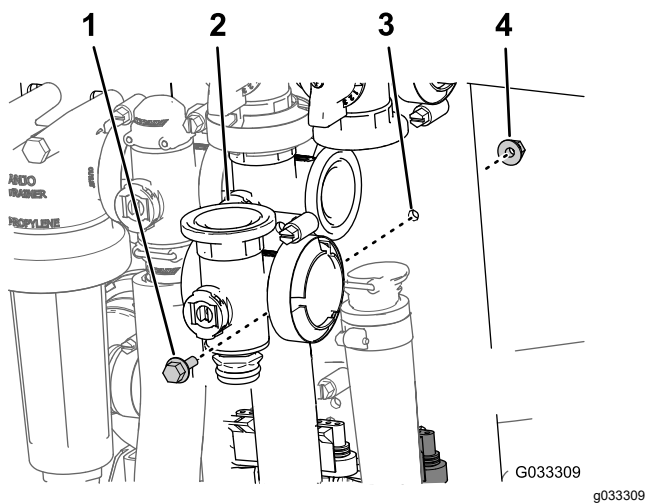

Figura 72
3. Îndepărtați urubul cu guler i contrapiulia cu guler care fixează supapa seciunii principale la elementul de montare a supapei i scoatei colectorul supapei din maină (Figura 72).